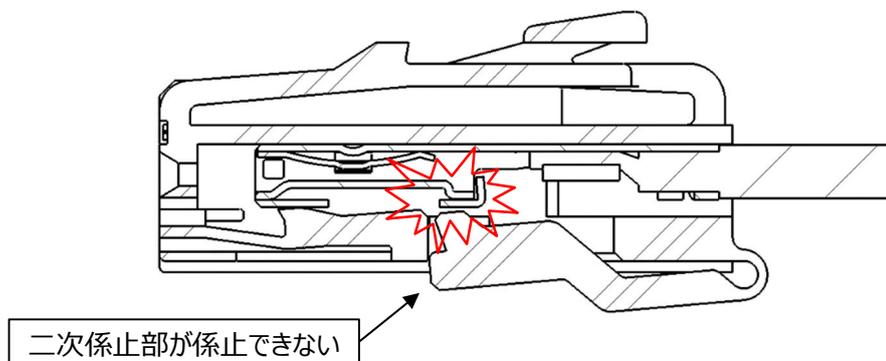

図 29.二次係止部中途挿入状態
- ③図.29 に示すようにメス端子が中途挿入状態であると二次係止部が装着できません。メス端子を完全に挿入後再度二次係止部を装着して下さい。